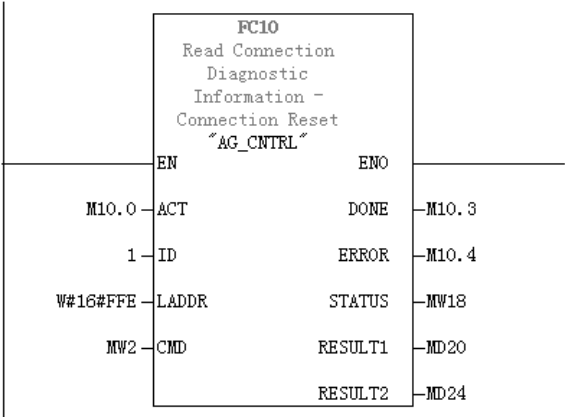

图 12-58 客户端梯形图
- 1) 客户端是 S7 - 400，客户端的程序如图 12-58 所示。